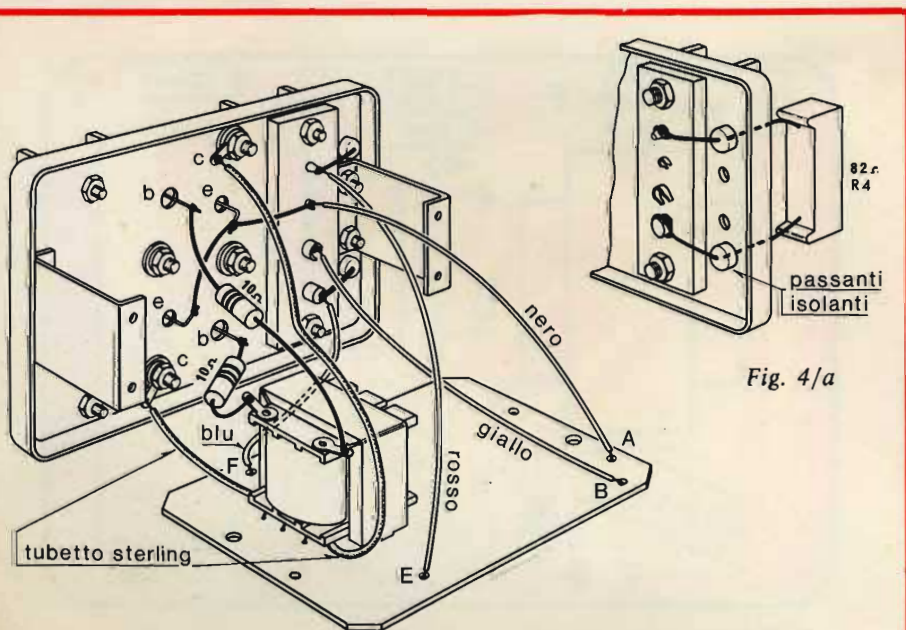

Fig. 4 - Montaggio del trasformatore T1 e collegamenti vari.
● Saldare alle due pagliette che si trovano sul lato superiore del primario del trasformatore T1, vedi fig. 4, i due resistori R1 e R3, entrambi da 10 Ω. Dal lato della saldatura i terminali dei due resistori dovranno avere la lunghezza di circa 10 mm, dal lato opposto i terminali, che saranno successivamente saldati alla piastra, dovranno avere lunghezza di circa 20 mm.
● Infilare nei due conduttori provenienti dal primario del trasformatore T1 i due spezzi di tubetto sterlingato giallo — fig. 4.
- Saldare il conduttore rosso, proveniente dal punto «E» del circuito stampato, alla presa superiore della basetta porta prese — fig. 4.
- Saldare i due conduttori isolati con tubetto sterlingato, provenienti dal primario del trasformatore, ai terminali semplici ad occhiello che fanno capo ai collettori dei due transistori — fig. 4.